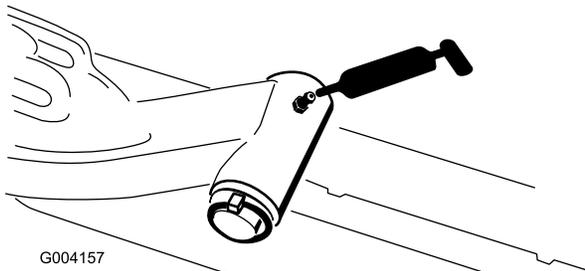

Bild 46
- Hubarmgelenkwelle (1 Stück) (Bild 46)